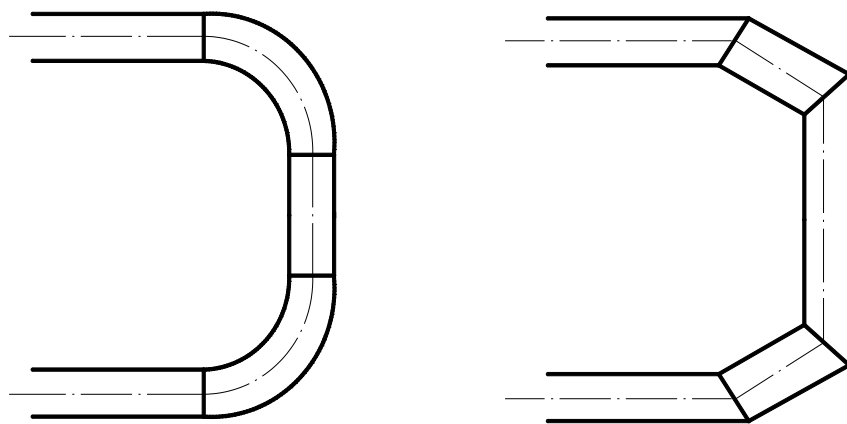

Рис. 4. Варианты выполнения поворота жаровой трубы.
- все повороты в жаровой трубе выполнять под углом 45° или стандартными сантехническими отводами "под приварку" – см. рис. 4.